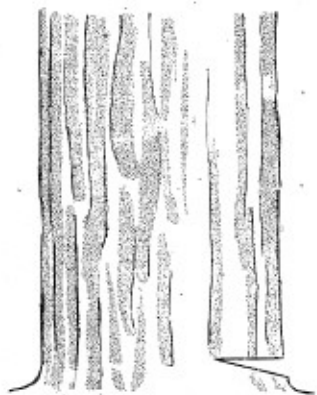

Fig 7.
1. I stammar som svärdet räcker igenom göres fällhugget med skjutande kedja och med så spetsig vinkel som möjligt. Sträva efter att göra det undre snittet snett uppåt och det övre snittet vågrätt. Övre snittet skall då vara i plan med det tänkta fällskäret. Se fig 7, 8 och 9.